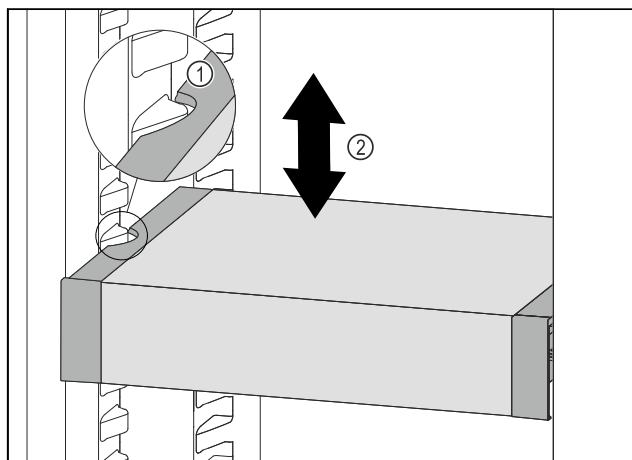

Fig. 106
- Изтеглете VarioSafe напред, докато страничните прорези на VarioSafe се намират на височината на реброто на съда в хладилната част. Fig. 106 (1)
- Преместете VarioSafe нагоре или надолу в хладилната част, докато се достигне желаната височина. Fig. 106 (2)